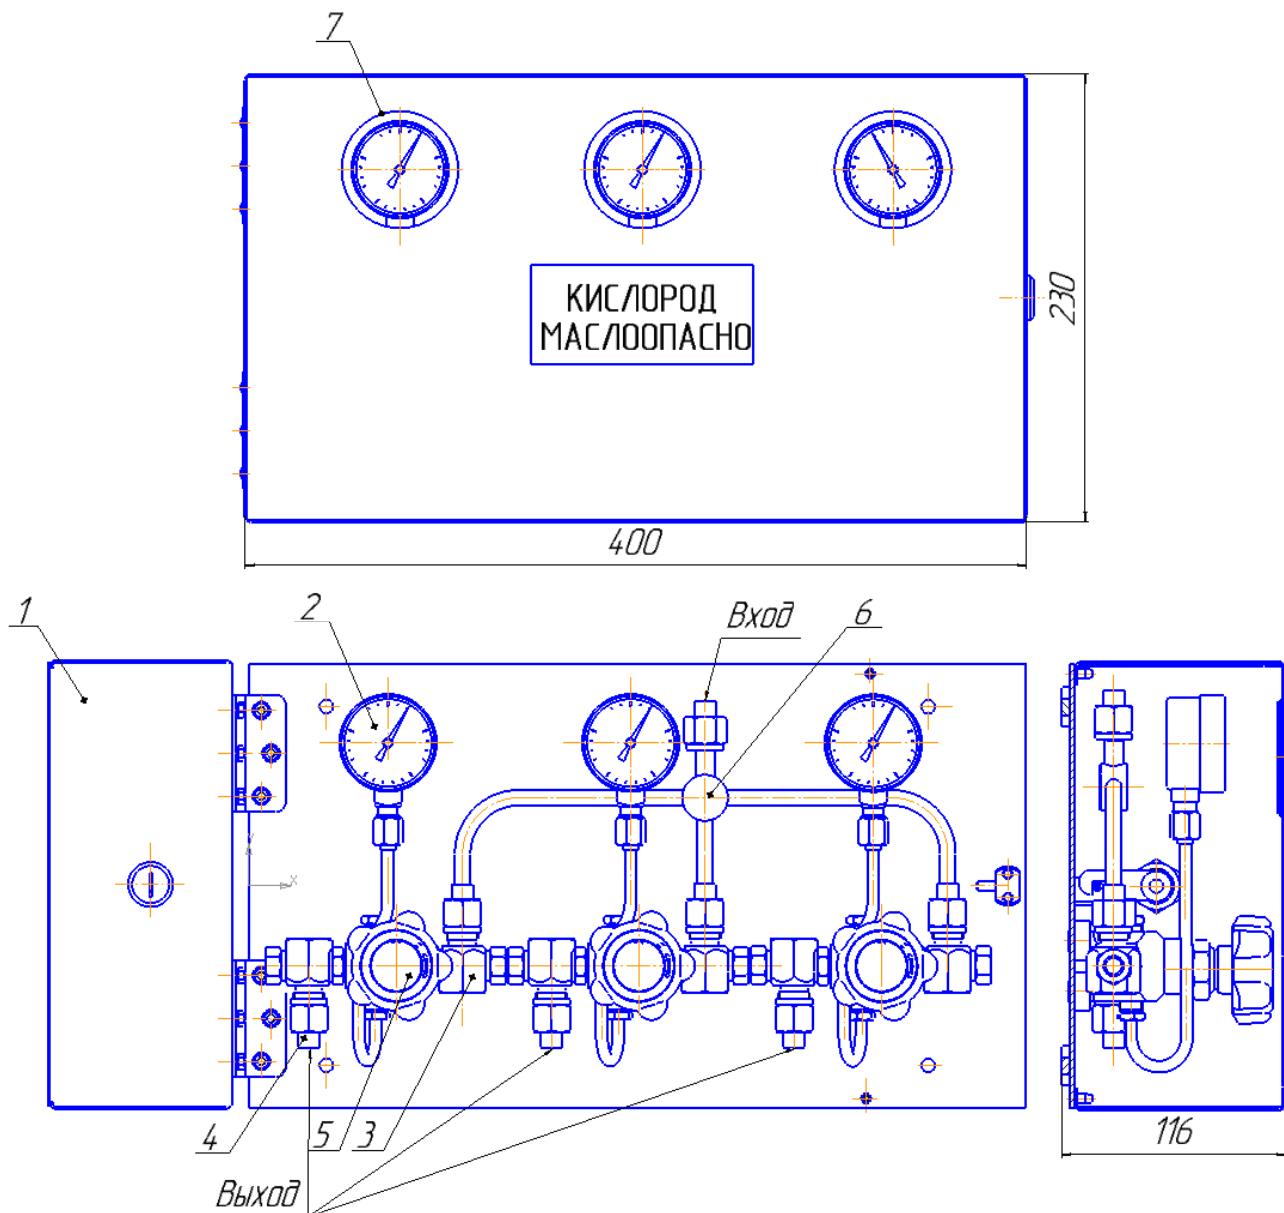

Рис.1 Поэтажная коробка ПК-4М(1x3)P12
4.1 Внешний вид коробки показан на рис.1